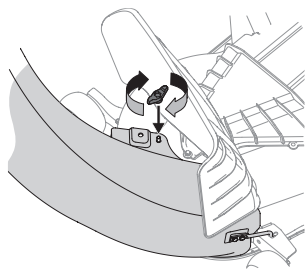

Figura 23
6. Fije el codo del canal de descarga en la plataforma de corte usando una (720-04122) perilla de aletas incluida en el paquete de herrajes 689-01419. Consulte la Figura 23.